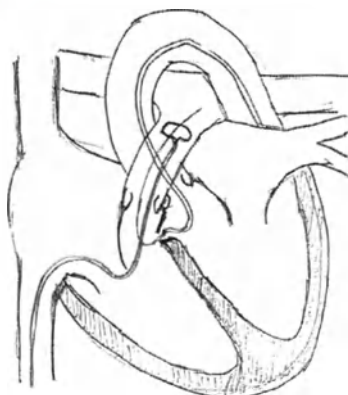

Рис. 5.3.3 – Захват в петлю проводника Катетера
- (Рис. 5.3.3) Затем нужно вставить петлю-ловушку multi-snare через вену, захватить гибкий проводник катетера, помещенный в легочную артерию или полую вену и вытащить его через доступ в правой бедренной вене. Так образуется артериовенозный направляющий проводник.